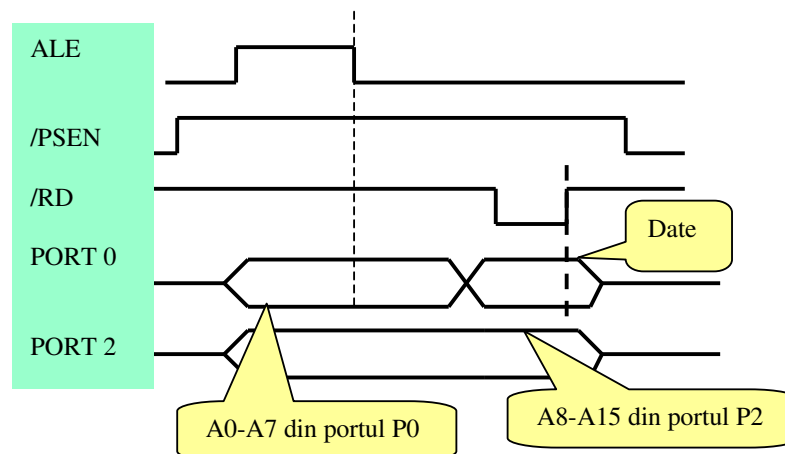

Figura 6.5. Diagrama de timp la un ciclu de citire dintr-o memorie externă de date
**Familia MCS 51 prevede magistrala externă** chiar și la modelele mai ieftine, așa cum este de exemplu MC Atmel AT89LS51. Pe magistrala externă poate fi conectată memoria de date și memoria de program, spațiile de adresare fiind separate. Portul 0 poate fi configurat ca port de adrese și date multiplexate pe 8 biți astfel: P0.0 – AD0... P0.7 – AD7. Portul 2 generează adresele superioare pentru adresarea pe 16 biți: P2.0 – A8.... P2.7 - A15. Semnalele de comandă generate sunt ALE, /RD, /WR și /PSEN (Program Store Enable) care este un strob pentru memoria externă de program. O diagramă de timp de acces la magistrală în cazul unui transfer de citire cu memoria de date (/PSEN inactiv), figura 6.5.